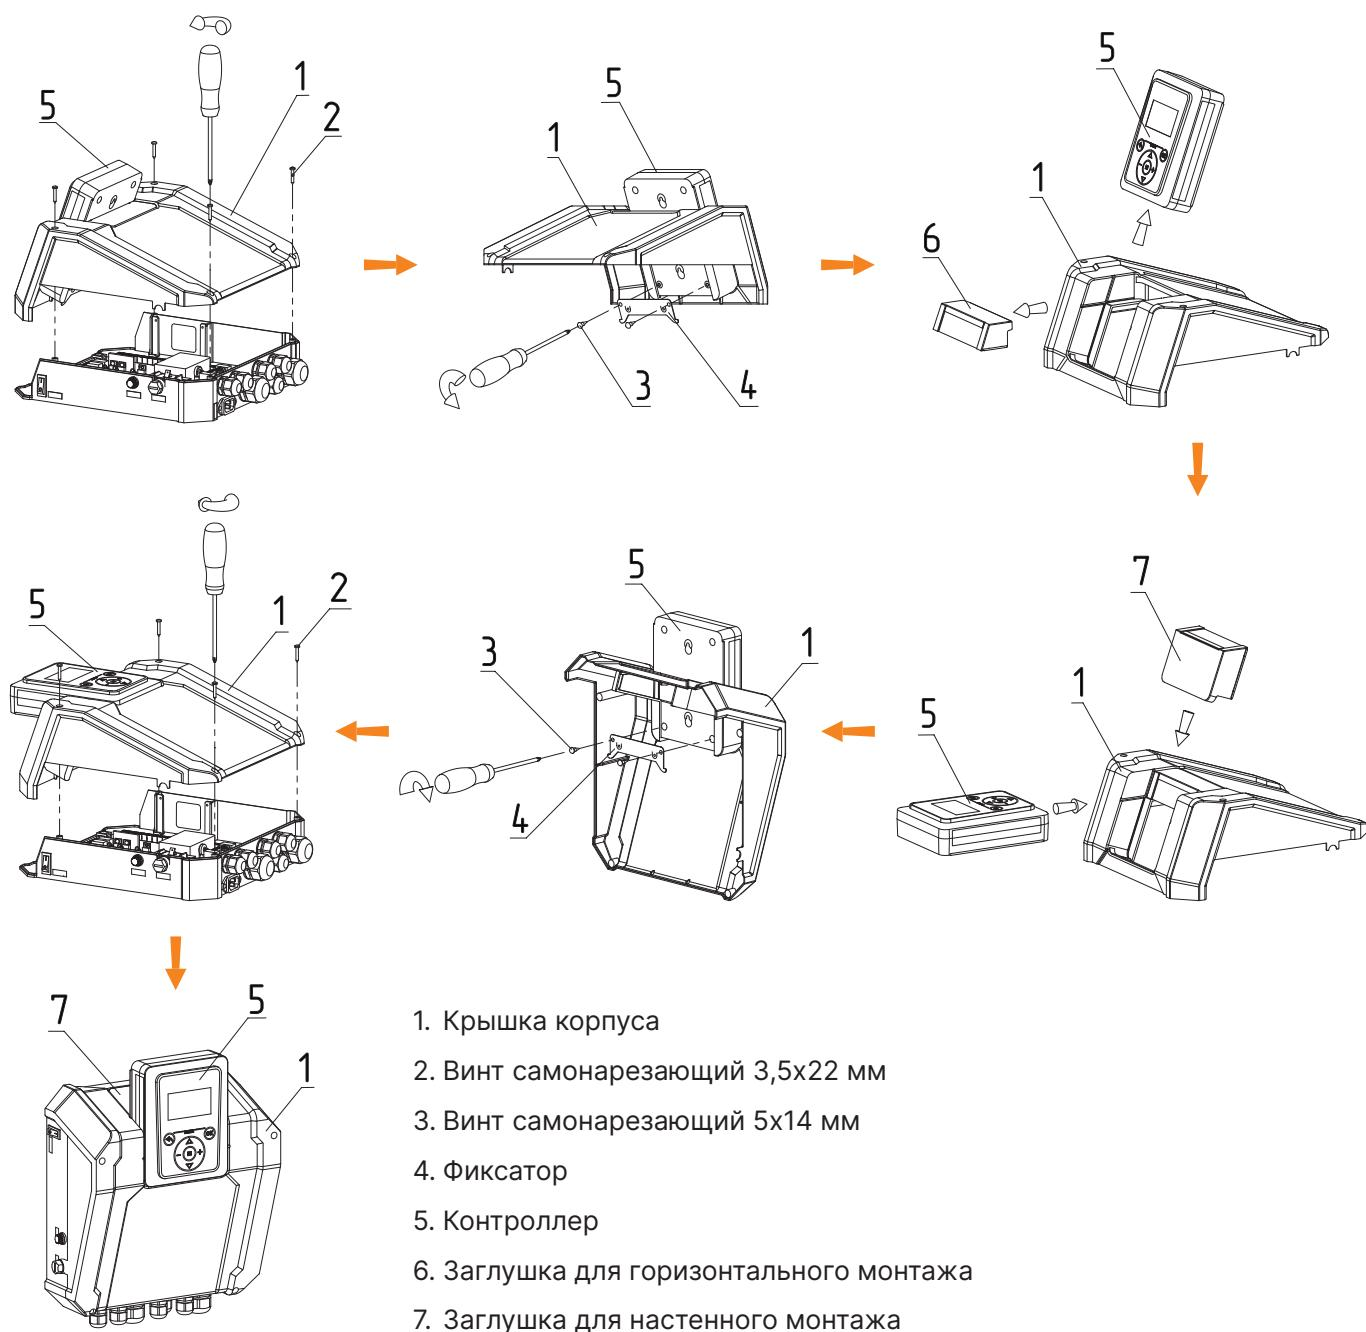

Рис.12 Схема настенного монтажа контроллера
1. Открутите винты (**Рис.12, поз.2**);
2. Поднимите крышку корпуса (**Рис.12, поз.1**);
3. Открутите винты (**Рис.12, поз.3**) с обратной стороны крышки корпуса;
4. Уберите фиксатор (**Рис.12, поз.4**);
5. Уберите контроллер (**Рис.12, поз.5**);
6. Вытяните заглушку (**Рис.12, поз.6**);
7. Вставьте заглушку для настенного монтажа (**Рис.12, поз.7**);
8. Вставьте контроллер (**Рис.12, поз.5**) в заглушку для настенного монтажа (**Рис.12, поз.7**);
9. Закрепите фиксатор (**Рис.12, поз.4**) винтами (**Рис.12, поз.3**);
10. Закрепите крышку корпуса (**Рис.12, поз.1**) винтами (**Рис.12, поз.2**).